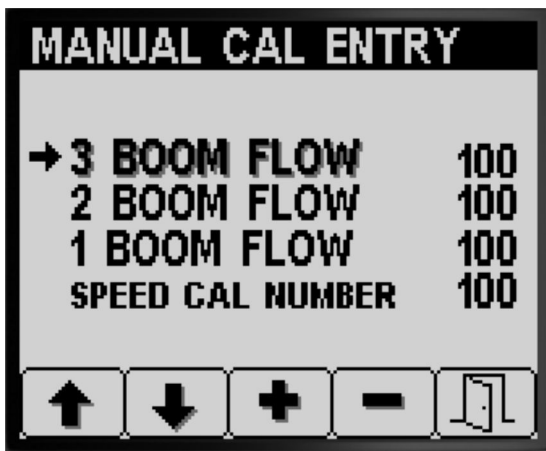

图 73
7. 按 5 号按钮可保存设置退出 TEST SPEED 测试速度屏幕然后返回至 CALIBRATE 校准屏幕图 73。
1. 在 CALIBRATE 校准子菜单上按 1 号或 2 号按钮可导航至 MANUAL CAL ENTRY 手动校准条目选项图 73。
2. 按 4 号按钮选择 Speed 速度校准选项图 73。